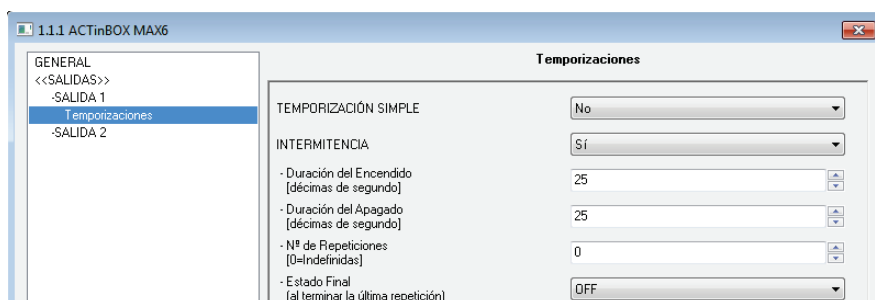

Figura 9. Pantalla de temporizaciones. Intermitencia
- **Intermitencia** (ver Figura 9). Permite la ejecución de secuencias de encendidos y apagados intermitentes, parametrizando para ello una duración para el encendido y otra para el apagado, así como el número de veces que esta secuencia de encendidos y apagados se repetirá (si en el parámetro “Número de repeticiones” se elige el valor 0, la secuencia se repetirá indefinidamente, hasta que llegue una orden de apagado de la intermitencia, “[SX] Intermitencia=0”). También se puede definir el estado en que quedará la salida al terminar la última repetición (puede elegirse entre salida apagada o encendida).